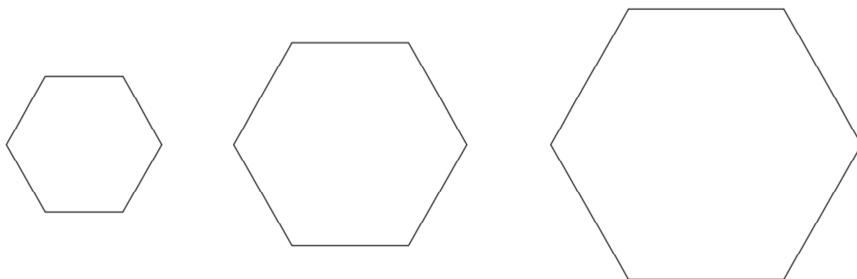

Рис. 3.4
4. Нарисовать шестиугольник и командой «МАСШТАБ» изменить его размер в 1,5 и 2 раза (рис. 3.4).